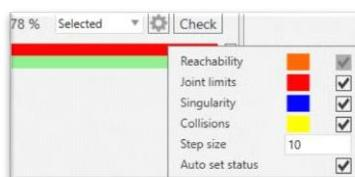

Рисунок 55 – Окно настроек инструмента проверки траектории
2. Откройте окно настроек инструмента проверки траектории (рис.55):